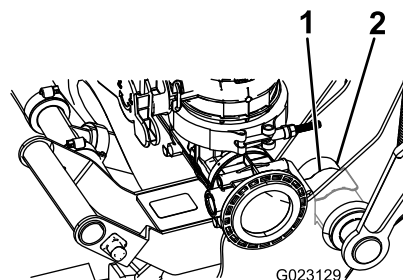

Figura 12
- D. Empuje hasta que la abrazadera se enganche en el buje, según se muestra en Figura 12.